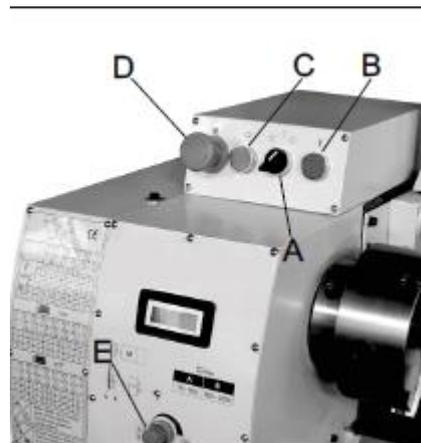

Рис. 11
1. Переключатель (А, Рис. 11)
2. Выключатель «ON/OFF» («ВКЛ/ВЫКЛ») с кнопкой аварийной остановки (В, С, D Рис. 11)
3. Переключатель выбора переменной скорости (Е, Рис. 11)